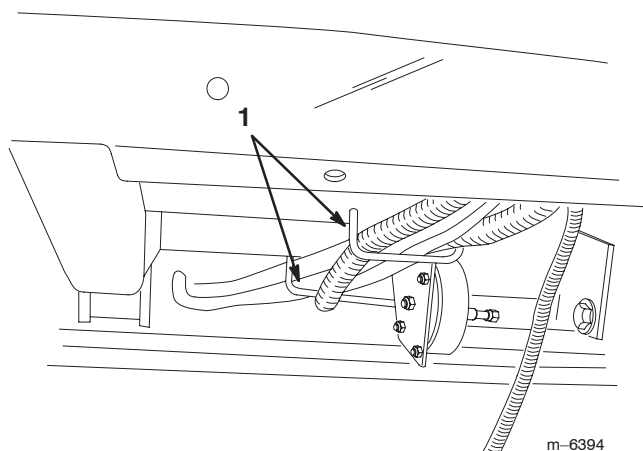

Figure 23
8. Acheminez le faisceau du boîtier de commande arrière au travers du tableau de bord, sous le véhicule, à travers les anneaux de faisceau de câblage jusqu'au retour au boîtier de commande (Fig. 23 et 24).